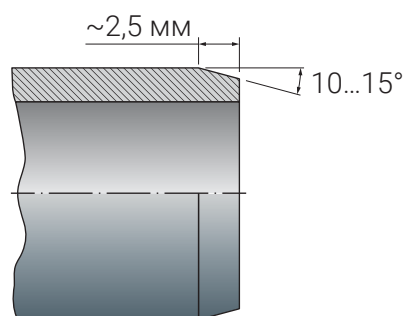

Рис. 5. Подготовка концов трубы перед нанесением клея
4. Удалите внутренние заусенцы или выступающие кромки с помощью инструмента для удаления заусенцев или ножа. Удалите внешние заусенцы или выступы с помощью напильника или специального инструмента для удаления заусенцев и снятия фаски. Этим же инструментом на конце трубы снимите фаску шириной 2,5 мм под углом 10...15° (см. Рис. 5). Заусенцы могут создать глубокие царапины на предварительно размягченных поверхностях или привести к заеданию трубы при введении её в фитинг. Фаска облегчает введение трубы в фитинг.
3. Конец трубы должен быть обрезан строго под прямым углом. Необходимо снять фаску с конца трубы (см. Рис. 5).